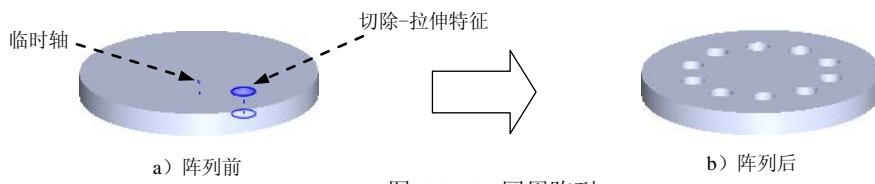

图 5.19.5 圆周阵列
特征的圆周阵列就是将源特征以圆周排列方式进行复制，使源特征产生多个副本。如图 5.19.5 所示，对切除-拉伸特征进行圆周阵列的一般操作步骤如下。
(1) 定义阵列轴。选择下拉菜单 **视图(V)** → **隐藏/显示(H)** → **临时轴(X)**，即显示临时轴；选取如图 5.19.5 所示的临时轴为圆周阵列轴。
(2) 定义阵列间距。在**参数(P)**区域的 Δ° 文本框中输入数值36.00。
(3) 定义阵列实例个数。在**参数(P)**区域的 $\#$ 文本框中输入数值10。
(4) 取消选中**等间距(E)**复选框。